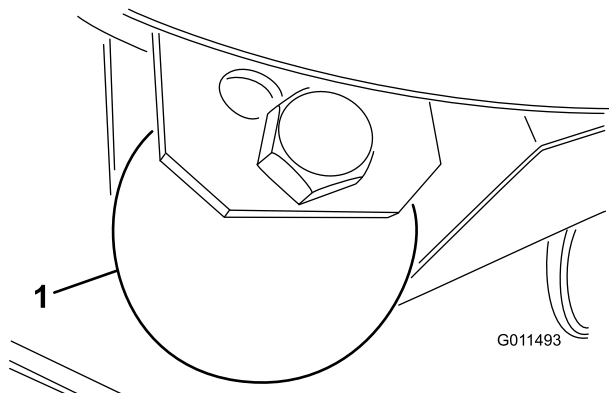

Figura 29
1. Rimuovete il bullone e il dado che fissano la ruota limitatrice alle staffe dell'apparato di taglio (Figura 29).